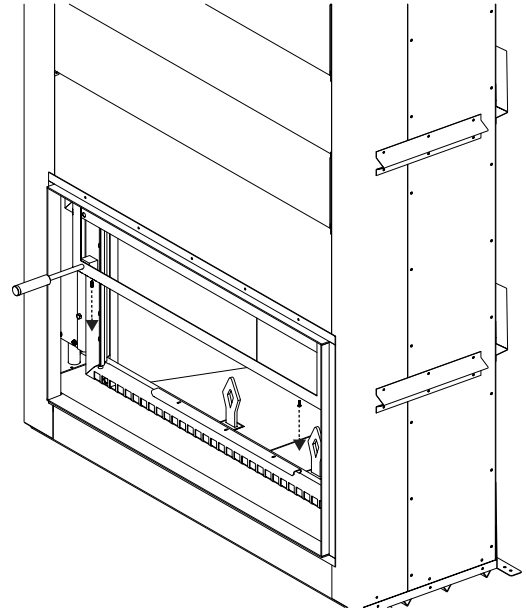

FIG 1:
- Dévissez les dispositifs de retenue supérieurs et inférieurs à l'intérieur du cadre de porte. **(FIG.1)**
- A. Insérez la poignée et soulevez légèrement l'écran pour pouvoir retirer les 2 vis sur le fond à l'intérieur du cadre de l'écran **(FIG. 1)**
- A. Retirez les vis des supports et enlevez le panneau arrière (1) de la chambre de combustion en le faisant glisser. Répétez pour les deux panneaux latéraux (2, 3). **(FIG.1)**